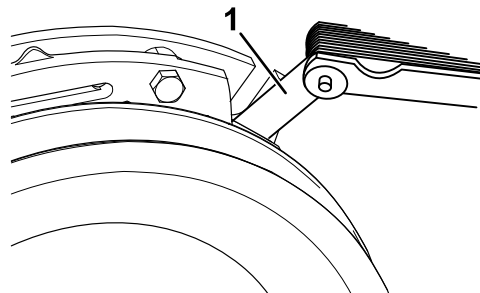
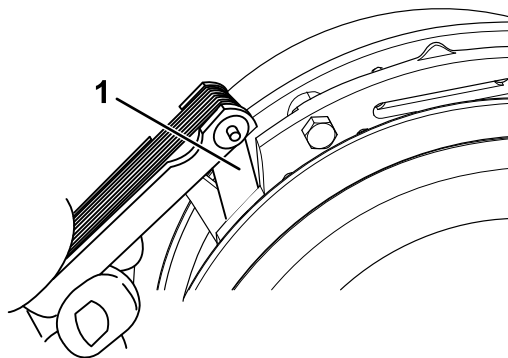

Figura 65
Figura 66
- E. Usando una galga de 0,25 mm, compruebe la presencia de un espacio entre el rotor y la cara de la armadura en ambos lados del polo del freno, según se indica en Figura 65 y Figura 66.